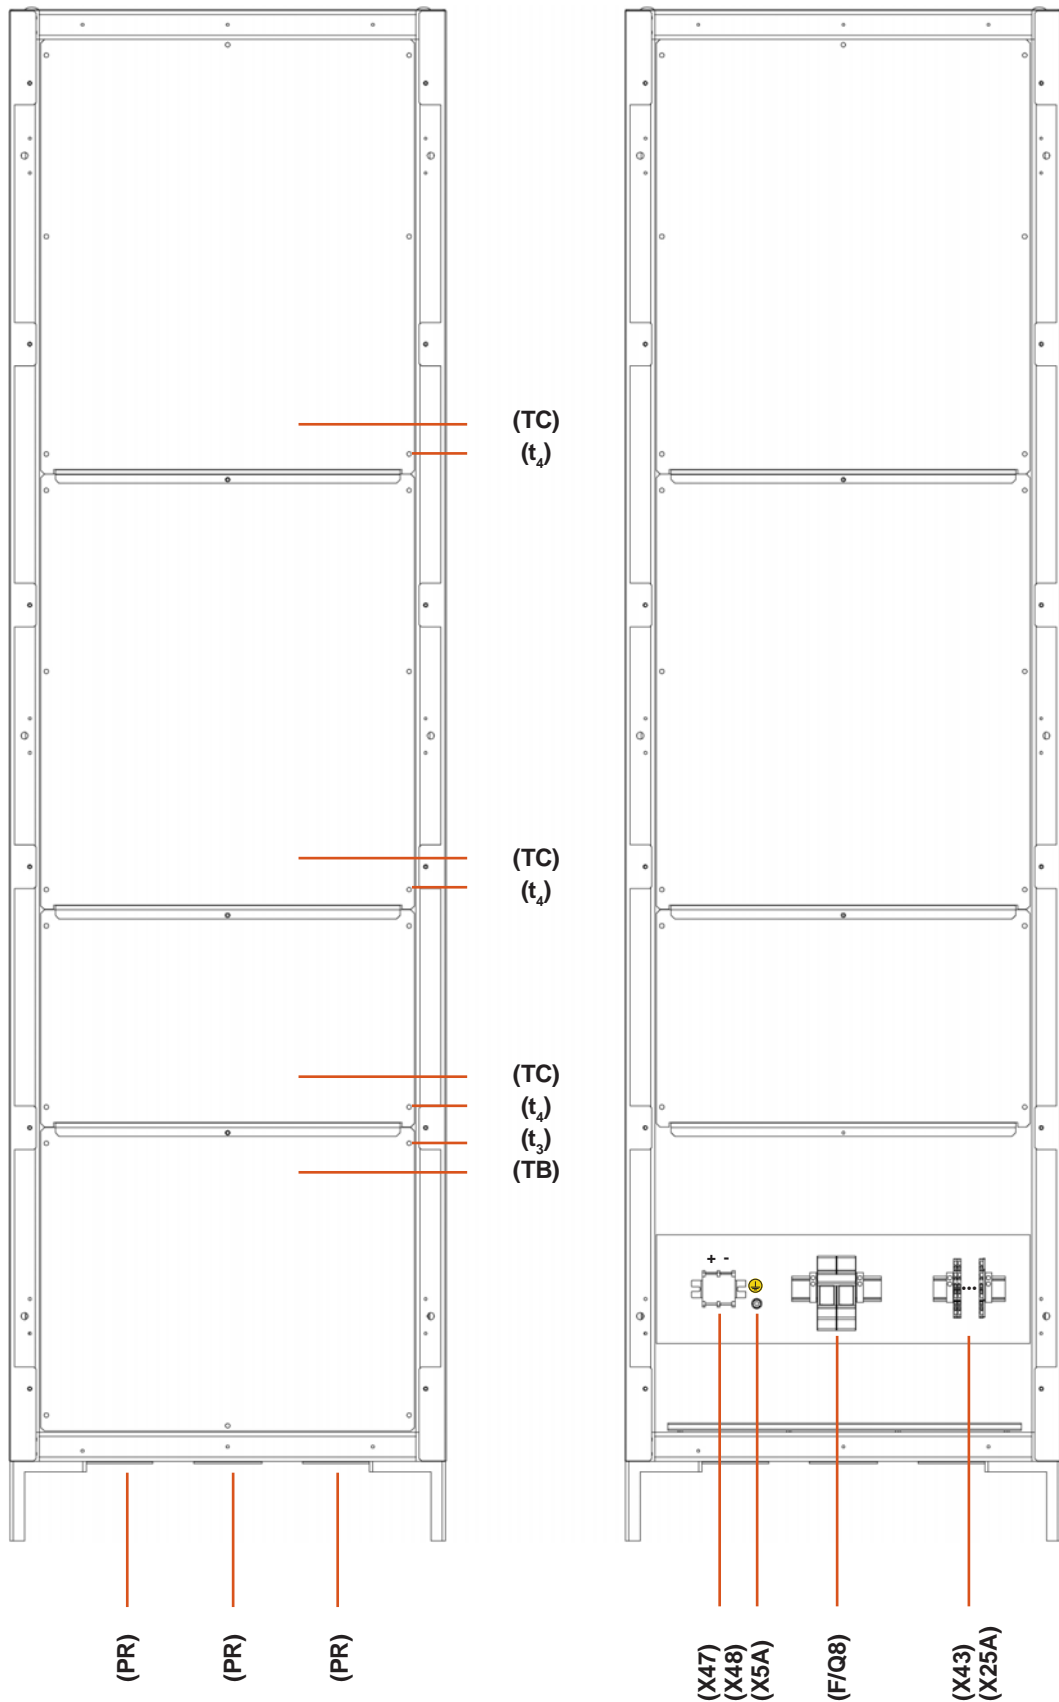

Fig. 11. Vue frontale armoire de batteries de 605x605x2115 mm.
- Armoire de batteries de 2005 mm de altura, avec des pieds élévateurs additionnels de 110 mm, par ce que l'hauteur totale sera de 2115 mm. Disponible avec une base d'armoire de dimensions 600x600, 600x800 et 800x800 mm (Voir Fig. 11 et 12).